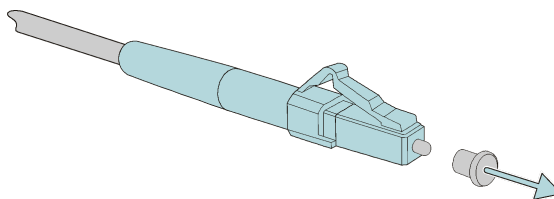

Figura 27 - Remova a tampa contra poeira da fibra
Passo 2: Remova a proteção contra poeira do conector de fibra, conforme mostrado na Figura 27.